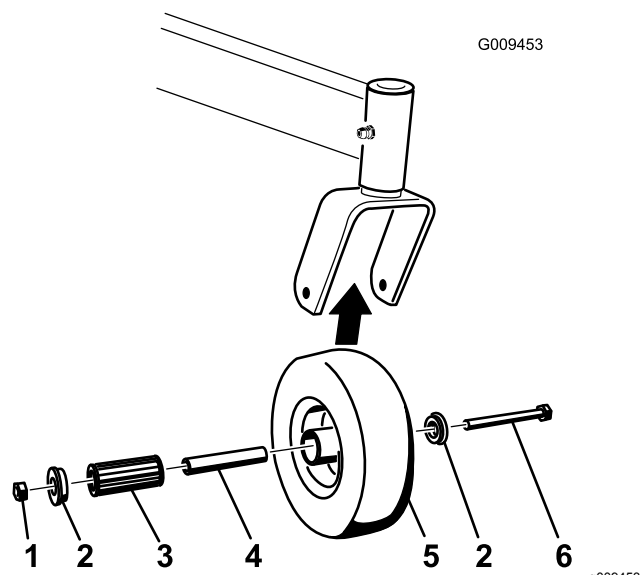

Figure 56
1. Enlevez le contre-écrou et le boulon de fixation de la roue pivotante à la chape (Figure 56).
2. Enlevez une bague, puis sortez la douille pour clé et le roulement à rouleaux du moyeu de roue (Figure 56).
3. Enlevez l'autre bague du moyeu, puis nettoyez la graisse et les saletés éventuellement présentes dans le moyeu (Figure 56).
**Remarque:** Remplacez les pièces endommagées ou usées (Figure 56).
5. Placez une bague dans le moyeu de roue (Figure 56).
6. Lubrifiez le roulement à rouleaux et la douille pour clé, et insérez-les dans le moyeu (Figure 56).
7. Mettez la deuxième bague dans le moyeu (Figure 56).
8. Montez la roue pivotante dans la chape à l'aide du boulon et du contre-écrou (Figure 56).
9. Serrez le contre-écrou jusqu'à ce que la base de la douille pour clé soit en appui contre l'intérieur de la chape (Figure 56).